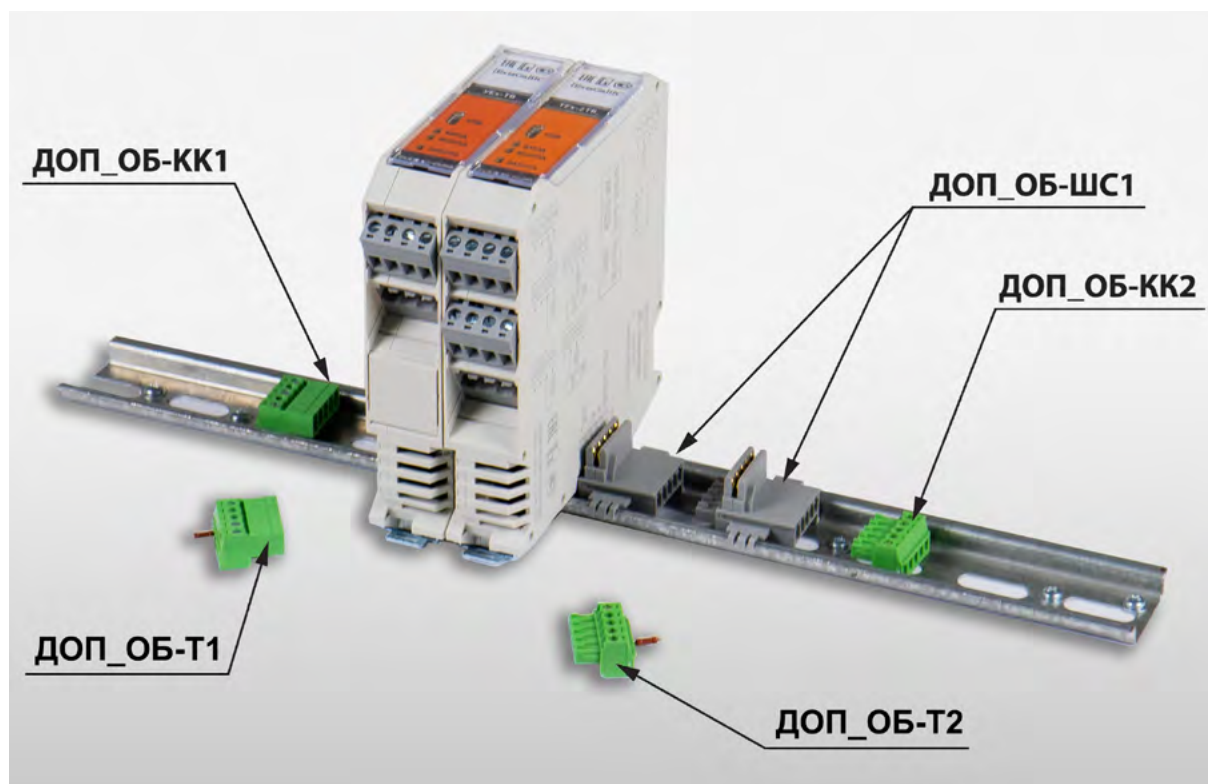

Рис. 3.4. Внешний вид дополнительного оборудования
Преобразователь устанавливается в помещениях вне взрывоопасных зон и монтируется непосредственно на DIN-рейку TH35 либо на DIN-рейку TH35 с использованием дополнительного оборудования (шина TBUS) (см. Рис. 3.4 на с. 67). В помещениях должна отсутствовать ощутимая вибрация. Вблизи места расположения преобразователя не допускается наличие установок, создающих сильные электромагнитные поля. Преобразователи должны монтироваться так, чтобы при эксплуатации не нарушалось их конвекционное охлаждение.
буется дополнительное оборудование (см. одноименный раздел в Табл. 3.2 и Рис. 3.4 на с. 67).
Дополнительное оборудование (Рис. 3.4 на с. 67)
- Модификации для заказа дополнительного оборудования приведены в Табл. 3.3 (с. 69) и на Рис. 3.4 (с. 67).
Концентратор устанавливается в помещениях вне взрывоопасных зон и монтируется непосредственно на DIN-рейку TH35 либо на DIN-рейку TH35 с использованием дополнительного оборудования (шина TBUS) (см. Рис. 3.4 на с. 67). В помещениях должна отсутствовать ощутимая вибрация. Вблизи места расположения концентратора не допускается наличие установок, создающих
Для организации информационного обмена с концентратором и питания концентратора через разъем XS на задней панели (шина TBUS) требуется дополнительное оборудование (см. одноименный раздел в Табл. 3.3 и Рис. 3.4 на с. 67).
Модификация для заказа	Описание (Рис. 3.4 на с. 67.)
Для питания внешних устройств по шине TBUS требуются два шинных соединителя БАЗИС.ДОП_ОБ-ШС1 (см. Рис. 3.4 на с. 67).
Блок питания устанавливается в помещениях вне взрывоопасных зон и монтируется непосредственно на DIN-рейку TH35 либо на DIN-рейку TH35 с использованием дополнительного оборудования (шина TBUS) (см. Рис. 3.4 на с. 67). В помещениях должна отсутствовать ощутимая вибрация. Вблизи места расположения блока питания не допускается наличие установок, создающих сильные электромагнитные поля. Блоки питания должны монтироваться так, чтобы при эксплуатации не нарушалось их конвекционное охлаждение.
Для организации питания устройств через разъем XS на задней панели (шина TBUS) требуются два шинных соединителя БАЗИС.ДОП_ОБ-ШС1 (см. Рис. 3.4 на с. 67).